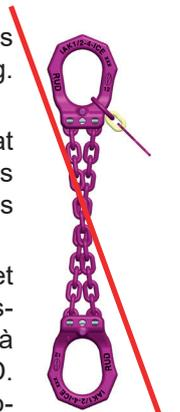

Fig. 5 :
- Le montage et l'utilisation de chaînes croisées ne sont pas autorisés (Fig. 5).